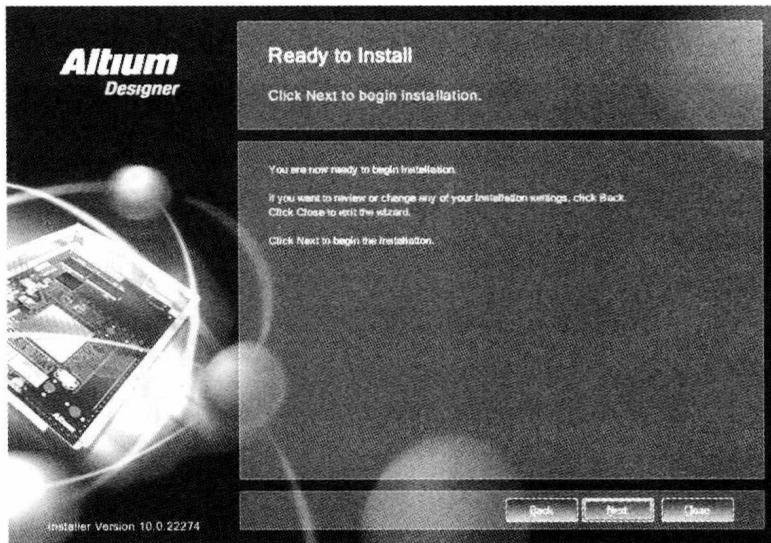

图 1-6 准备安装界面
**步骤 07** 单击 Next 按钮，打开 Ready to Install 准备安装界面。如图 1-6 所示。